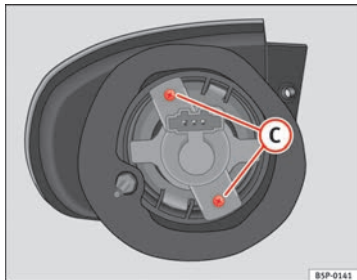

Abb. 192 Blinklicht
- Drehen Sie die Schrauben ⇒ Abb. 192 (C) aus dem Lampenträger heraus und ziehen Sie diesen heraus.
- Drehen Sie die Schrauben ⇒ Abb. 192 **C** des Lampenträgers heraus und ziehen Sie diesen heraus.